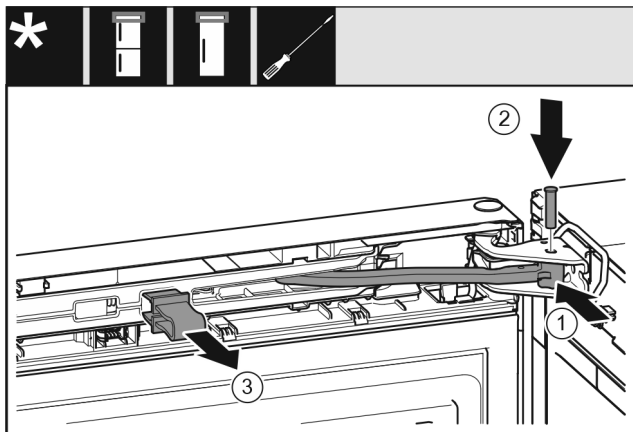

Fig. 25
- ▶ Ruotare il giunto Fig. 25 (1) nel blocco di supporto.
- ▶ Inserire il perno Fig. 25 (2) nel blocco di supporto e nel giunto. Assicurarsi che la camma di arresto sia posizionata correttamente nella scanalatura.
- ▶ Rimuovere il fusibile Fig. 25 (3).